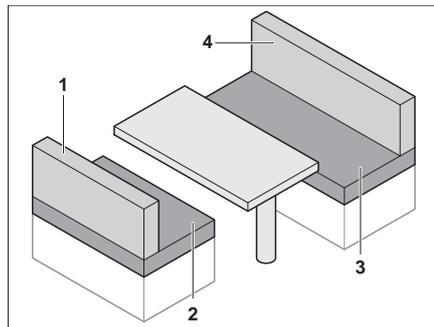

Bild 79 Vor dem Umbau
- Die Rückenpolster (Bild 79,1 und 4) abnehmen.